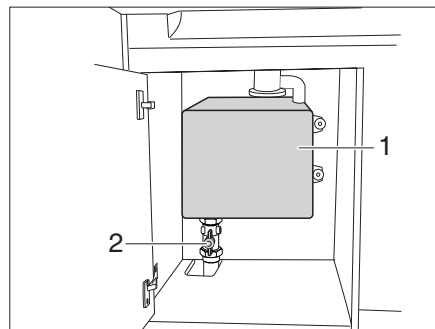

Bild 147 Inre liggande avloppstank
- Öppna kulkranen (Bild 147,2) under avloppstanken (Bild 147,1). Avloppsvattnet leds i husvagnens avloppsrör.